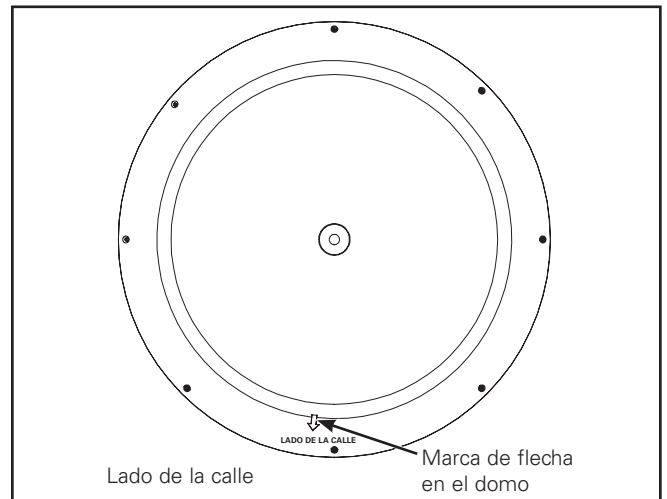

Figura 3.
5. Para luminarias con ópticas asimétricas, rótelas según la marca de la flecha que hay en el domo en el sentido de la calle. (Figura 3.)